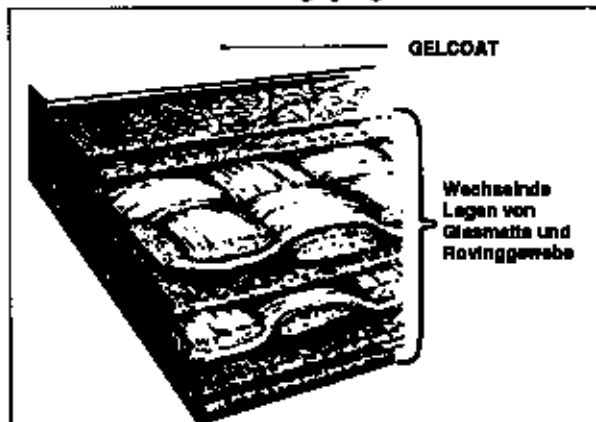

Abb. 1-1 Typisches Massiv-Laminat. Verschiedene Verstärkungsmaterialien werden durch Polyesterharz verbunden.
Üblicherweise werden GFK-Serienboote in einer Negativform gebaut. Die Oberfläche der Form wird zunächst mit einem Trennmittel abgedeckt, darauf wird das Feinschichtharz (Gelcoat) aufgetragen. Gelcoat ist im allgemeinen ein pigmentiertes ungesättigtes Polyesterharz und etwa 0,4 bis 0,6 mm dick. Es stellt die Feuchtigkeitssperre für das darunterliegende Laminat dar und ist zugleich die glatte, glänzende und damit kosmetische Oberfläche des Laminats. Die dann folgenden Verstärkungslagen werden mit Polyesterharz getränkt und auf das Gelcoat aufgelegt. Der typische Querschnitt durch ein Rumpflaminat kann folgendermaßen aussehen: Mehrere wechselnde Lagen aus Glastmatte und Rovinggewebe, in vielen Fällen eine Kernlage aus Balsaholz oder Schaum, danach wieder mehrere Lagen Matte und Gewebe (Abb. 1-1 und 1-2). Ältere Yachten hatten im Kielbereich manchmal Laminatstärken bis zu 40 mm. Inzwischen ist man aber zu erheblich dünneren Laminaten übergegangen, was umso kritischer in Bezug auf den Verbund der Konstruktion ist.
b. Kleine Risse oder Brüche, die bis in die erste Glasmatte hineinreichen (Abb. 1-1) sollten mit Epoxid entsprechend Abschnitt 2.2 behoben werden. Die Oberfläche kann man dann nach Abschnitt 2.3.1 behandeln. Falls notwendig, wird das Laminat entsprechend Abschnitt 2.4 verstärkt.